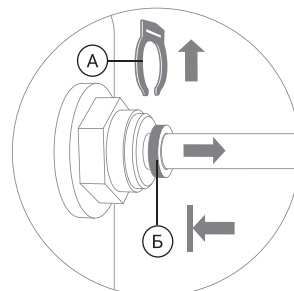

Рис. 7
2. Отсоедините стопорную клипсу (А). Удерживая цанговое кольцо (Б) прижатым к основанию фитинга, потяните на себя трубку и аккуратно извлеките ее из фитинга (рис. 7).